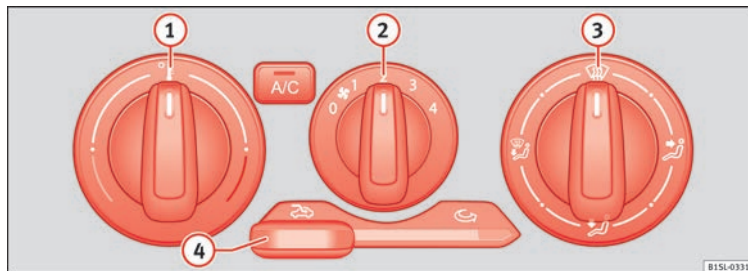

Abb. 38 Im oberen Teil der Mittelkonsole: Bedienelemente der manuellen Klimaanlage und des Heiz- und Frischluftsystems.
Ausschalten	Zum Ausschalten drehen Sie den mittleren Regler (2) in die Position 0 » » Abb. 38.
Temperatur	Mit dem linken Drehregler (1) » » Abb. 38 wird die Temperatur eingestellt.
Gebälse Mit dem mittleren Drehregler (2) » » Abb. 38 wird das Gebälse geregelt.
Luftverteilung	Mit dem rechten Drehregler (3) » » Abb. 38 wird die Luftverteilung geregelt
Frontscheibe enteisen Mit dem rechten Drehregler  » Abb. 38 wird die Frontscheibe so rasch wie möglich enteist und von Beschlag befreit (Defrostfunktion).
Umluftbetrieb Mit dem Schieberegler  » Abb. 38 wird der Umluftbetrieb ein- und ausgeschaltet » Seite 140.